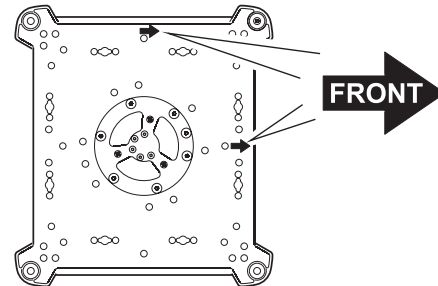

Bild 6: Vorderseite des Geräts
3. Siehe Bild 6. Beachten Sie die position des Pfeils an der Basis. Er markiert die Vorderseite des Geräts.